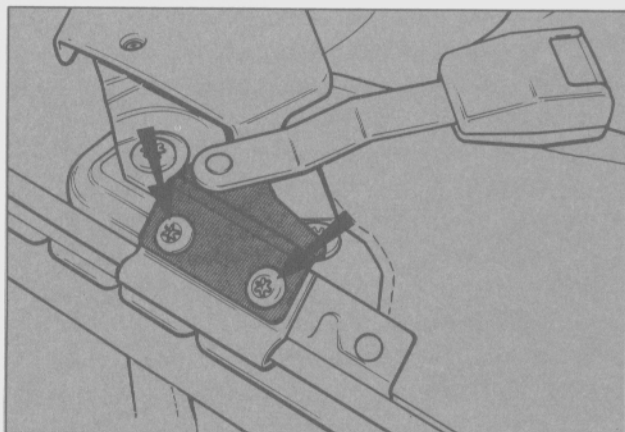

Fig. 38 - Tornillos de sujeción del soporte de anclaje interior.
- Retirar los dos tornillos de retención del soporte de anclaje inferior al asiento delantero (Fig. 38).
- Instalar los dos tornillos de sujeción del soporte de anclaje inferior al asiento delantero en los orificios correctos. Ajustarlos al torque especificado (Fig. 38).